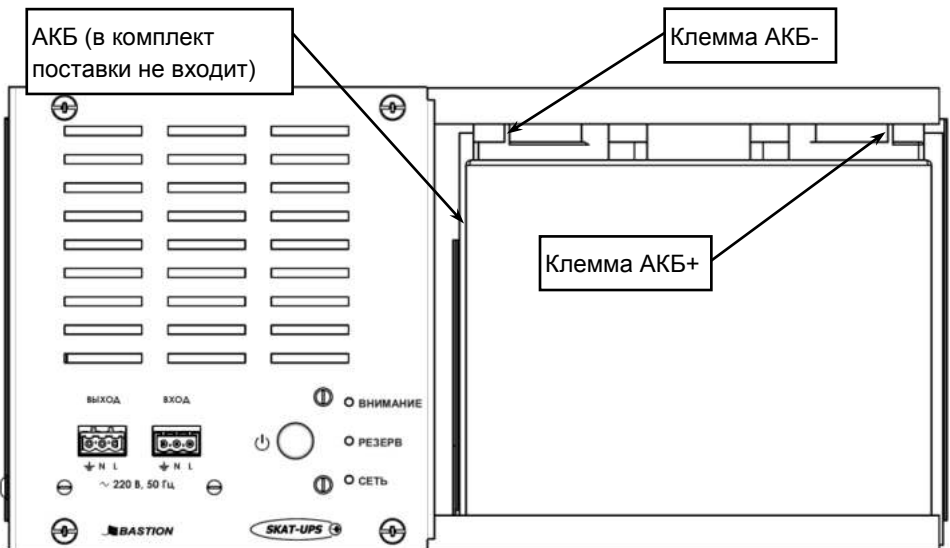

Рисунок 2 — Размещение АКБ
Изделие выполнено в металлическом корпусе и предназначено для установки на DIN-рейку в электротехническом шкафу. Внутри корпуса источника предусмотрено место для размещения аккумуляторной батареи (см. рисунок 2).
- открыть корпус изделия, сняв крышку отсека АКБ и разместить в нем АКБ (см. рисунок 2);
Разместить изделие на DIN-рейке (см. рисунок 2) в электротехническом шкафу в закрытом помещении с ограниченным доступом посторонних лиц. При этом следует обеспечить зазоры сверху и снизу изделия, необходимые для его нормальной вентиляции.